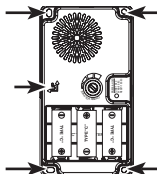

Figure 6
7. **Support de montage pour la base du carillon.** Placez la base de carillon à la verticale contre le mur et assurez-vous qu'elle est de niveau. Marquez l'emplacement des quatre trous de vis sur la surface de montage (voir la Figure 6). Percez quatre avant-trous à l'aide d'un foret de 3/16 po et insérez les chevilles d'ancrage. Alignez les quatre trous de vis de la base de carillon avec les chevilles d'ancrage et insérez les quatre vis M3 de 30 mm. Serrez fermement.